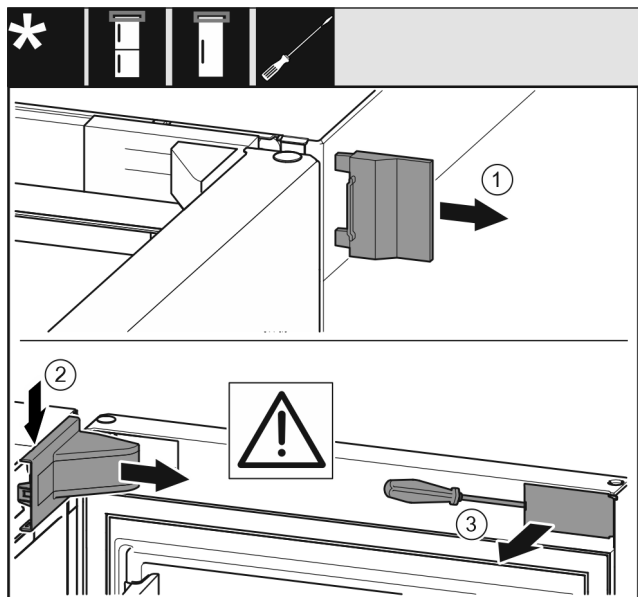

Fig. 12 \*
- Odoberte vonkajší kryt Fig. 12 (1).\*
- Odistite a odoberte kryt ložiskovej konzoly Fig. 12 (2).\*
- Odistite kryt Fig. 12 (3) plochým skrutkovačom a odklopte ho do strany.\*